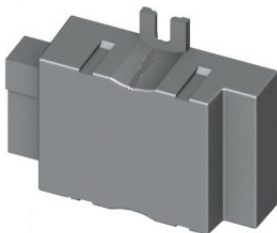

Abbildung: 7
- Kraftstoffpumpensteuergerät EKP (Abb.7)